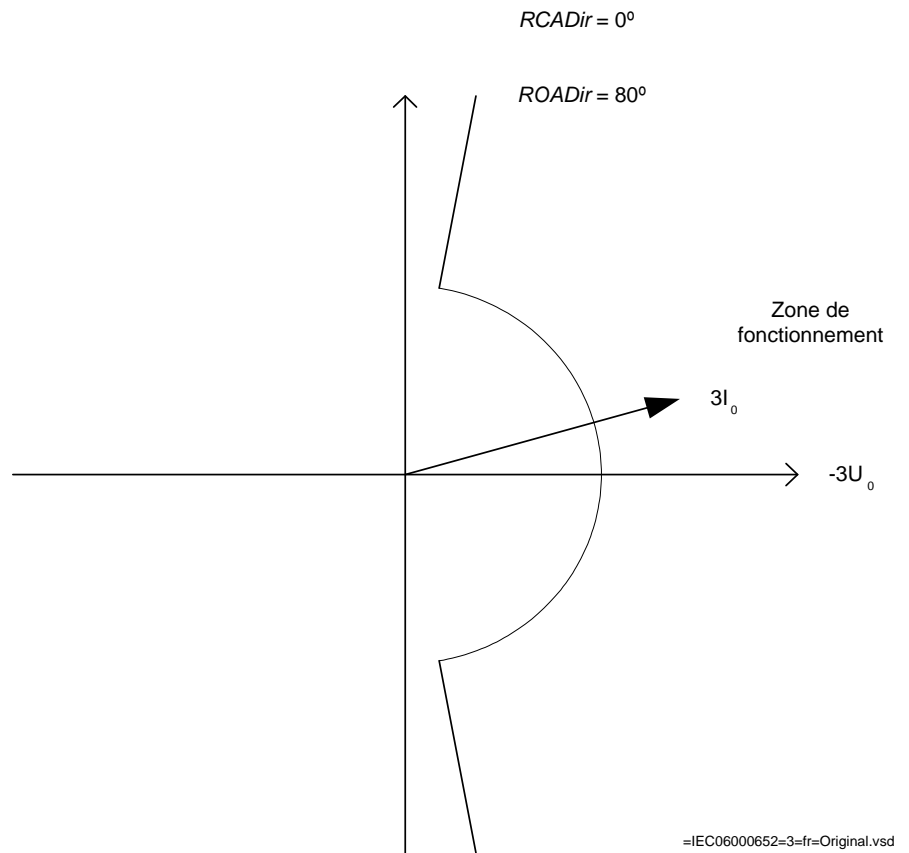

Figure 15: Exemple de caractéristique
4. Comparer le résultat aux valeurs assignées, voir la figure 15 pour un exemple de caractéristique.